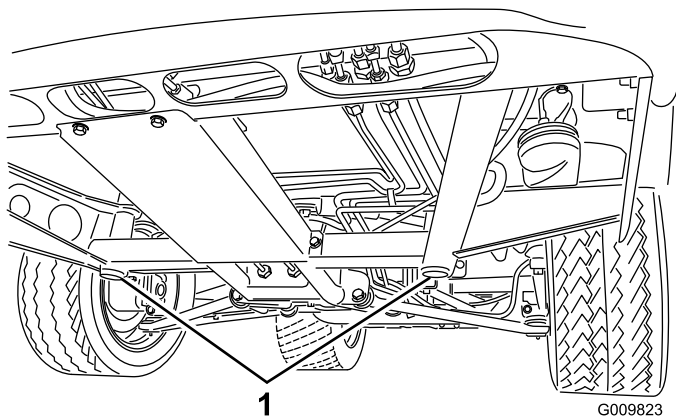
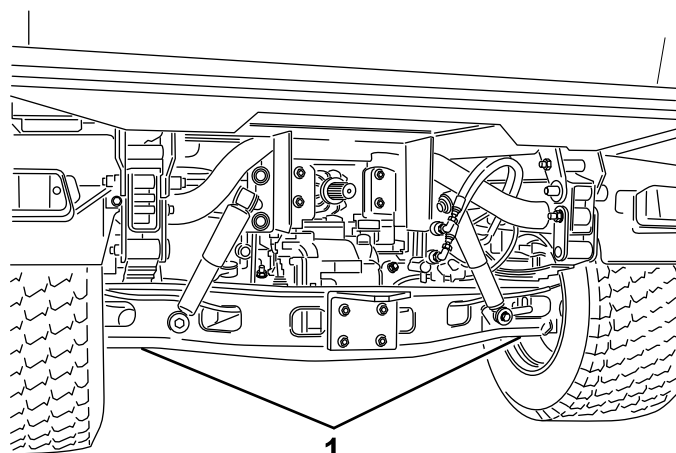

図 14
図 15
- 車両前部のジャッキポイントは前中央のフレームサポート 図 14、後部のジャッキポイントはアクスル下 図 15にある。